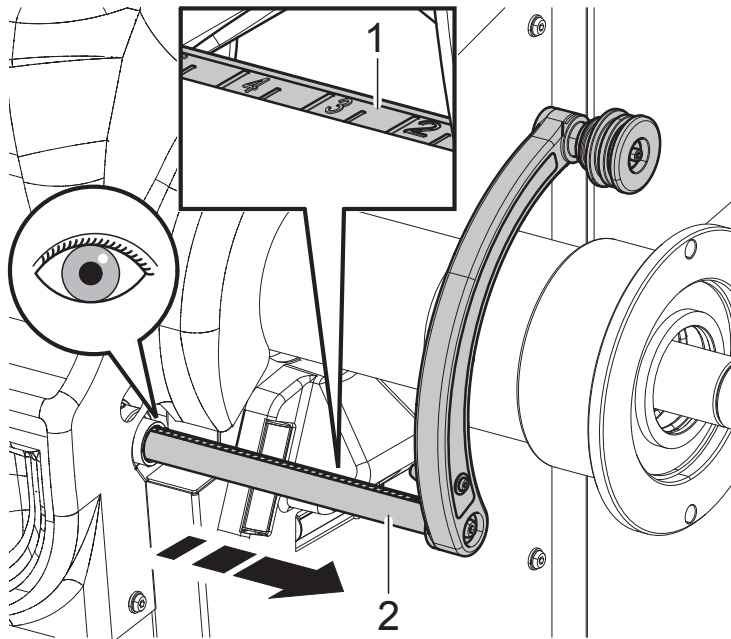

Abb. 56
2. lesen Sie den Wert auf der Mess-Skala (Abb. 56 Pkt. 1) ab, die am Arm des Abstand-Durchmesser Tasters (Abb. 56 Pkt. 2) befestigt ist;